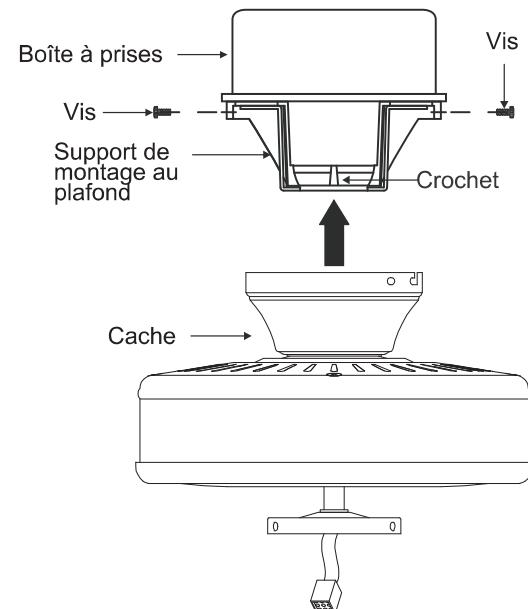

Fig. 13
Étape 3. S'assurer que les quatre vis de fixation sont bien serrées. (**Fig. 13**)